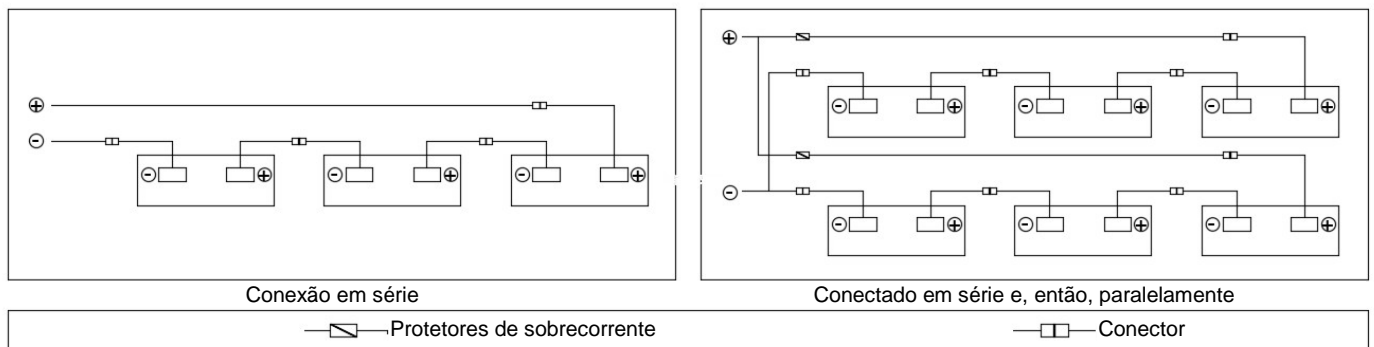

Figura 20. Diagrama elétrico em série e paralelo
final é a soma da corrente de cada string de produtos Galaxy Plus, conforme mostrado na Figura 20. Os produtos Galaxy Plus de diferentes modelos de desempenho elétrico não devem ser conectados em uma única string.
- Se uma corrente reversa que exceda a corrente máxima do fusível do produto Galaxy Plus puder passar pelo produto Galaxy Plus, um dispositivo de proteção contra sobrecorrente do mesmo tamanho deverá ser usado para proteger o produto. Se o número de conexões paralelas for maior ou igual a 2 strings, deverá haver um dispositivo de proteção contra sobrecorrente em cada string dos produtos, conforme mostrado na Figura 20.